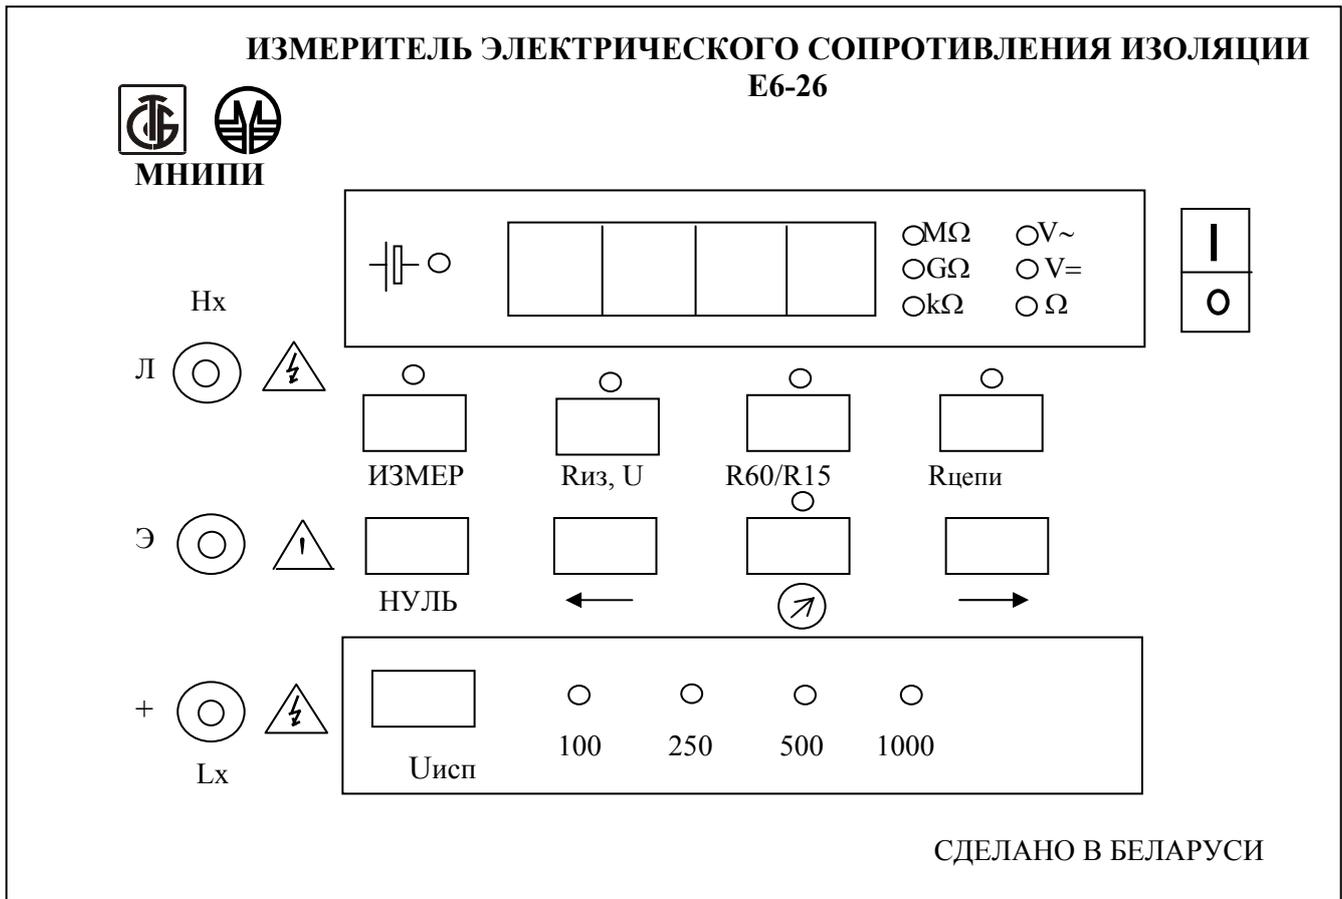

Рисунок 2.1 – Передняя панель измерителя
2.3.1 На передней панели измерителя (рисунок 2.1) расположены: